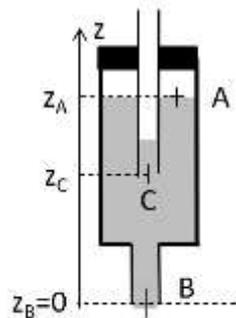

Figure 3
2) On considère maintenant le vase de Mariotte représenté sur la figure 3. On vient d'insérer le tube vertical le robinet étant fermé. De l'eau monte dans le tube expliquer pourquoi. Lorsque l'on ouvre le robinet des bulles d'air remontent à la surface dans le tube. Expliquez pourquoi.